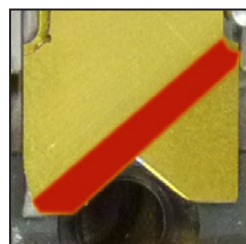

Figura 8.2 Posição de instalação da lâmina de descarnar
- ▶ Remover os parafusos (1).
- ▶ Trocar a lâmina de descarnar (2).
- ▶ Montar cada par de lâminas de maneira que as arestas biseladas apontem para fora (ver a Figura 8.2).